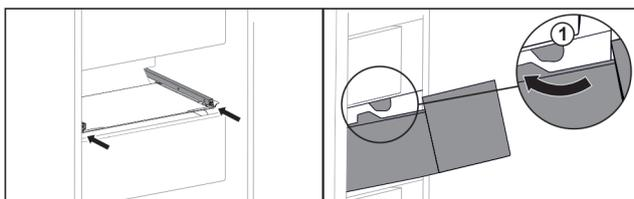

Fig. 38
- ▶ Schubfach um die Stopper Fig. 38 (1) herumführen.